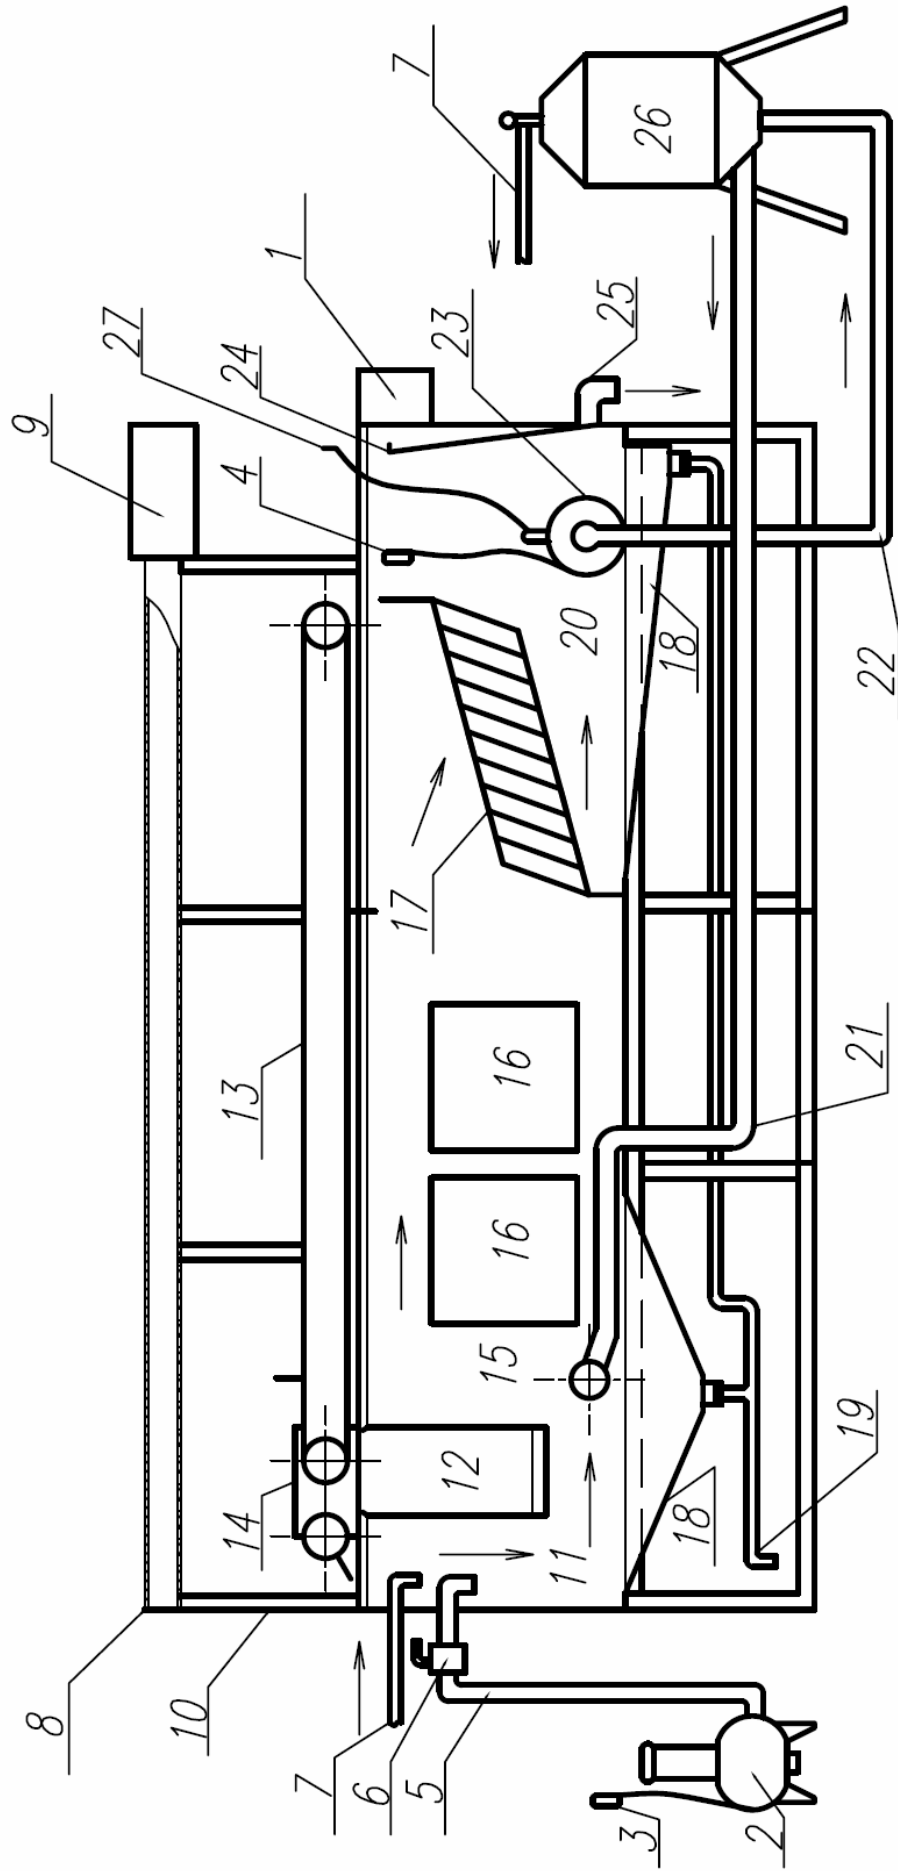

Рисунок 1. Флотатор ФЛГ - 25М
4. Устройство и принцип работы флотатора (см. Рисунок 1).
- 5.5. Подключение насосного агрегата через пульт управления (1) к сети ~380В должно осуществляться согласно требованиям технической эксплуатации электроустановок потребителем.
6. Подготовка к работе и порядок работы (см. Рисунок 1).